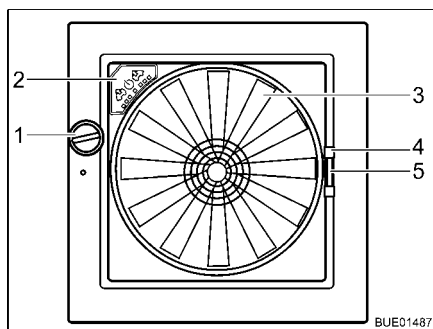

Bild 86 Taklucka Omni-Vent
**Öppna:** ■ Vrid på vredet (Bild 86,1) tills önskad öppningsvinkel har nåtts.
**Stänga:** ■ Vrid på vredet (Bild 86,1) tills takluckan är helt stängd.
**Stänga:** ■ Dra insektsskyddet i handtaget (Bild 86,4) till motstående ramsida.
**Stänga:** ■ Tryck ihop mörklägningsgardinens handtag (Bild 86,5).
**Fläkt** När takluckan är öppen kan kupén ventileras och vädras med fläkten (Bild 86,3) i 6 nivåer. Fläkten regleras via reglagen (Bild 86,2).